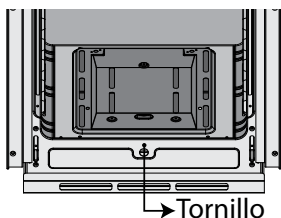

Figura 33.
1. Abra la puerta del horno. El difusor está localizado en la parte inferior del producto. Figura 33, retire el tornillo de fijación.